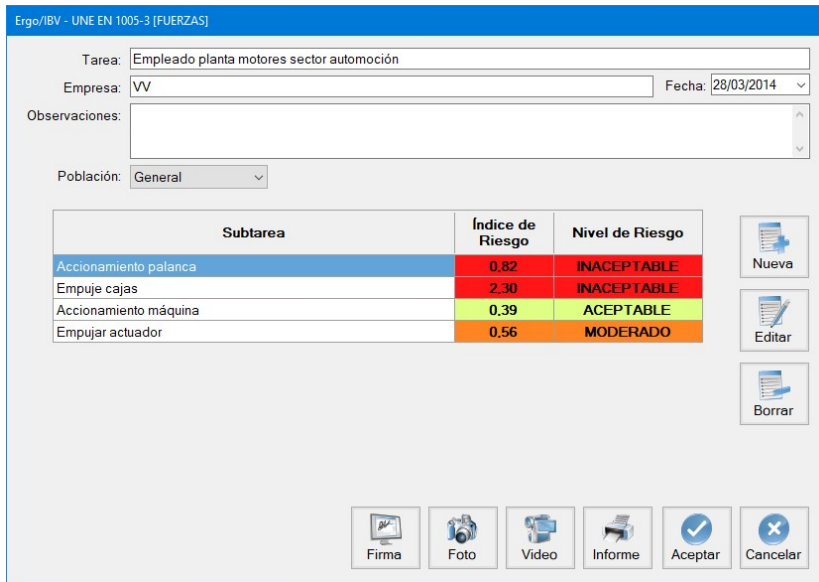

Figura 2: UNE EN 1005-3 [FUERZAS] – Ventana principal
Esto da paso a la ventana principal del módulo (Figura 2) que contiene lo siguiente:
- **Subtareas.** Se definen cada una de las subtareas que se desea analizar. Por ejemplo, en la Figura 2 se observa una tarea de un empleado de una planta de motores que incluye las subtareas de accionamiento de palanca, empuje de cajas, accionamiento de máquina y empuje de actuador. Pulsando el botón *Nueva* se introduce el nombre de cada subtask. El botón *Borrar* permite eliminar la subtask seleccionada en la lista (pidiendo confirmación previamente). Para modificar el nombre de una subtask se escribe directamente sobre la celda correspondiente. Mediante el botón *Editar*, se accede a la pantalla de datos correspondientes a cada subtask.
Tanto el índice de riesgo como el *nivel de riesgo* llevan asociados unos códigos de color para facilitar su interpretación. Una vez calculados, estos resultados también se muestran en la ventana principal del módulo, junto al nombre de la subtarea (Figura 2).